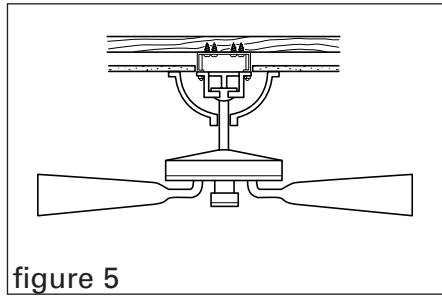

figure 5
3. Installez le support du ventilateur à la boîte électrique en utilisant les deux boulons 10-24 x 3/4" fournis et raccordez les fils au ventilateur ou à l'appareil d'éclairage selon les instructions du fabricant (figure 5).